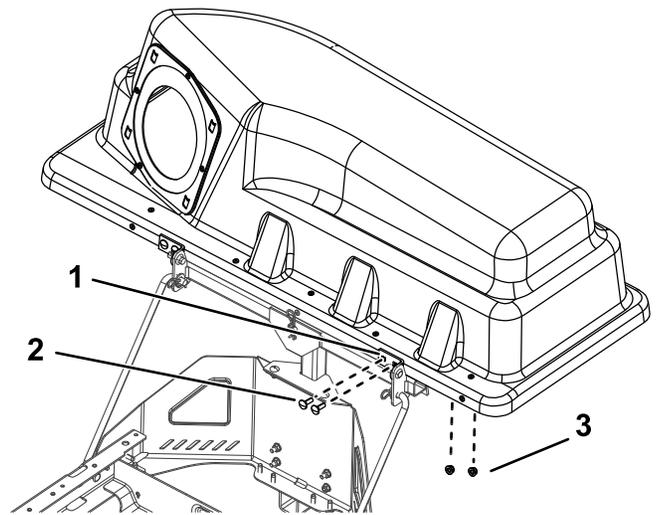

Bild 23
5. **Nur für Modelle 79392:** Montieren Sie die Schwenkbügel auf den Drehrahmen (Bild 23).